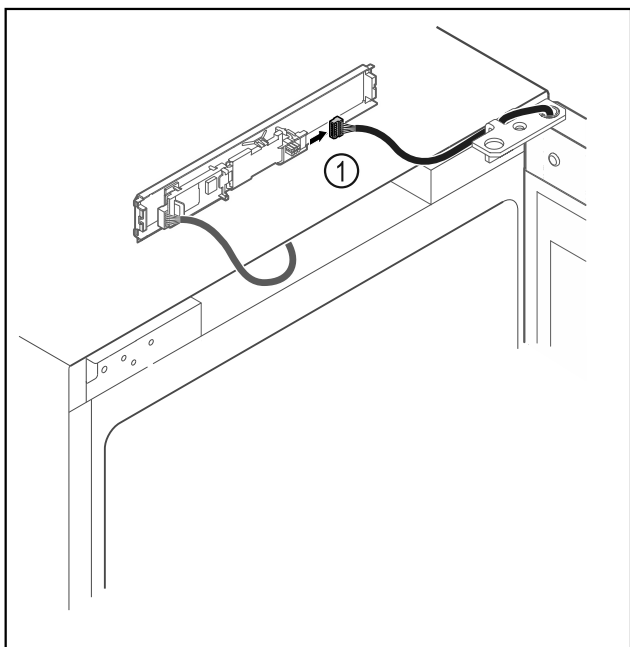

Fig. 18
- Vtič Fig. 18 (1) odstranite s tiskanege vezja.